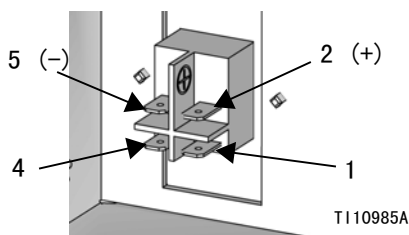
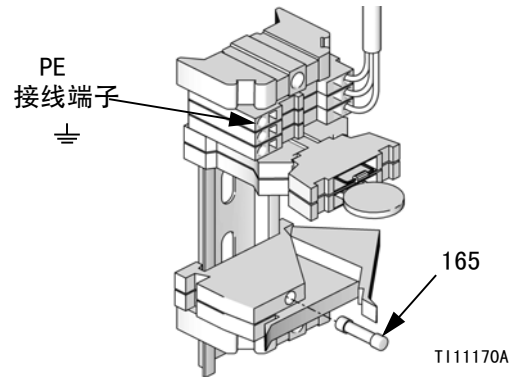

图 37
图 38
+24 伏直流至接线端子 2 (+)；24 伏直流返回至接线端子 5 (-)。参见图 37。将保护性接地 (PE) 导体上标记为  $\equiv$  的接线端子。参见图 38。24 伏直流供电电源必须至少可提供 1.0 安培的电流，且额定供电电流保护等级不超过 2.5 安培。
7. 安装盖板 (160)、螺丝 (156) 和垫圈 (164)。